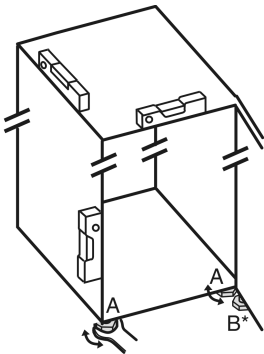

Fig. 28
- ▶ Dévisser les pieds réglables Fig. 28 (A) avec la clé plate fournie et utiliser un niveau à bulle pour vérifier que l'appareil est bien plan.
- ▶ Dévisser le pied réglable Fig. 28 (B) du support de palier avec la clé plate fournie jusqu'à ce qu'il touche le sol.
- ▶ Tourner le pied réglable Fig. 28 (B) de 90° supplémentaires.